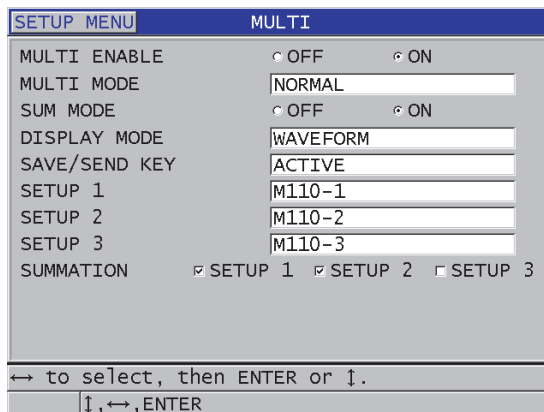

Figura 7-7 Configuración de los parámetros de medición múltiple en el modo normal
5. En la pantalla **MULTI** (ver Figura 7-7 en la página 123):
- a) Ajuste el parámetro **HABILITAR MULTI** (MULTI ENABLE) a **ACTIVADO** (ON).